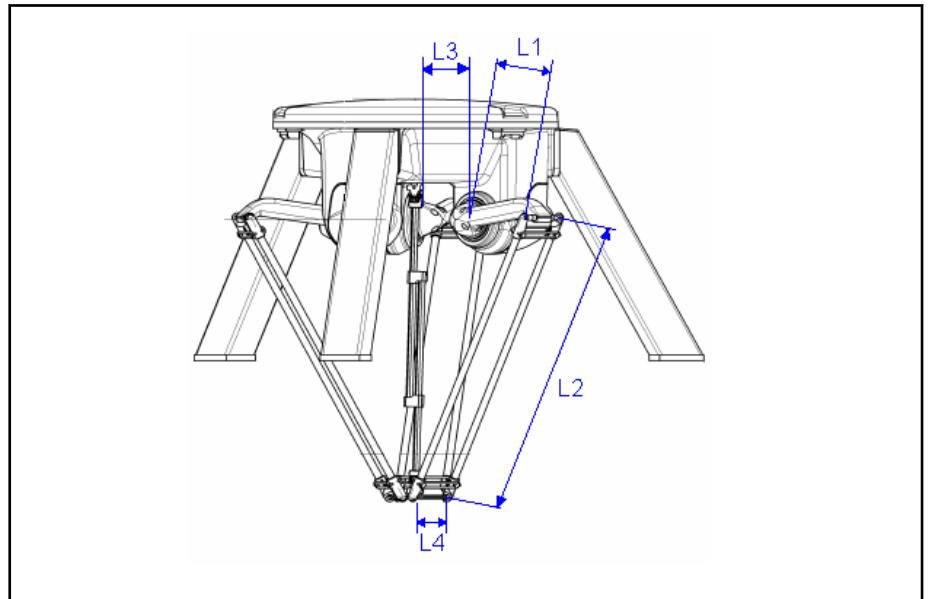

Abb. 4-19: Schematische Ansicht 3-Achs-Delta mit optional 1 Orientierungsachse
- Abb. 4-19 "Schematische Ansicht 3-Achs-Delta mit optional 1 Orientierungsachse" auf Seite 135 zeigt einen Delta-Roboter in Nullstellung aller Achsen, d.h. nimmt der Roboter die in den Abbildungen dargestellte Stellung ein, so müssen sämtliche Achsen in Maschinenkoordinaten (MCS) Null anzeigen.